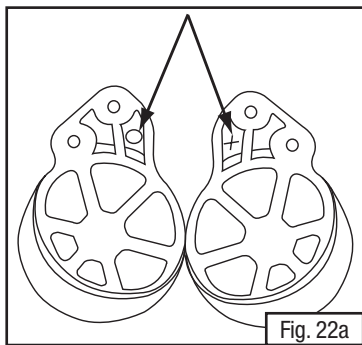

Fig. 22a
- Inspeccione a montagem plástica preta dos protetores auriculares e localize o "X" e "O" marcados no plástico. Existe um lado direito e um esquerdo (concha do protetor). Quando em uso, o lado marcado com o "X" deve estar no lado direito do equipamento de cabeça, e a montagem com o "O" deve estar no lado esquerdo (isto é, "X" na direita, "O" na esquerda). Fig. 22a mostra a localização de "X" e "O" marcados na montagem.